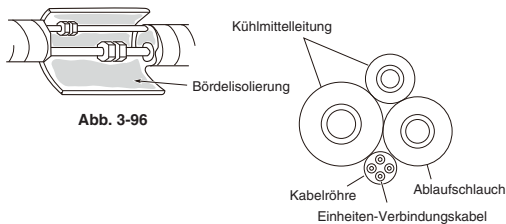

Abb. 3-96
- (3) Die Leitungen vorsichtig biegen (sofern erforderlich), damit sie bis zur Außeneinheit bündig an der Wand anliegen, und dann bis zu den Anschlüssen mit Band umwickeln. Der Ablaufschlauch sollte an der Wand lotrecht nach unten verlaufen und an einer Stelle enden, wo das abtropfende Wasser keine Flecken an der Wand verursacht.
- (4) Die Kühlmittelleitung an die Außeneinheit anschließen. (Nach Durchführen einer Undichtigkeitsprüfung an den Anschlüssen diese mit Leitungsisolierung isolieren. (Abb. 3-96)).